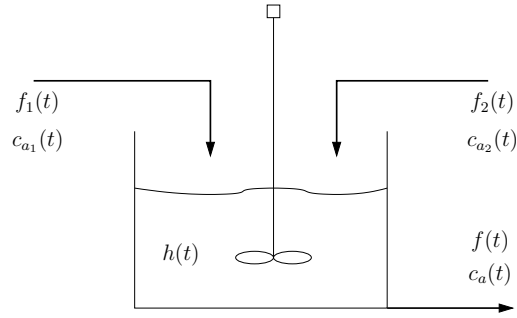

Figura 4: Tanque de mistura com agitação.
4. Considere o processo de mistura mostrado na Figura 4. Deseja-se entender como os fluxos ($f_1(t)$ e $f_2(t)$) e as concentrações do produto A ($c_{a1}(t)$ e $c_{a2}(t)$) de entrada afetam o nível do tanque ($h(t)$) e a concentração de saída ($c_a(t)$). Desenvolva o modelo matemático (equações diferenciais) que descreve o processo e determine as funções de transferência relacionando $H(s)$ e $C_a(s)$ com as demais variáveis do problema ($F_1(s)$, $F_2(s)$, $F(s)$, $C_{a1}(s)$ e $C_{a2}(s)$). Em geral as densidades são funções da concentração e temperatura mas usualmente (mas nem sempre) essa dependência é fraca. Assuma que as densidades são similares e constantes ($\rho_1 = \rho_2 = \rho$).